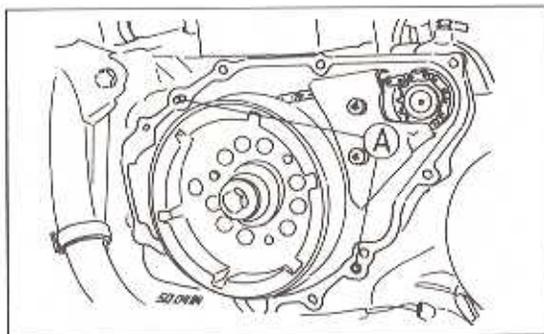

Bild 156
- Den Anker vom Deckel abschrauben (Bild 156).